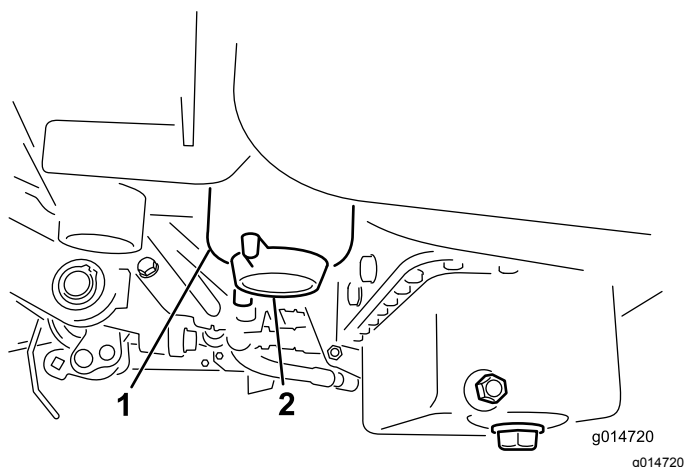

Figura 30
2. Limpie la zona de montaje del cartucho del filtro (Figura 30).
4. Abra el tapón de vaciado del filtro (Figura 30).